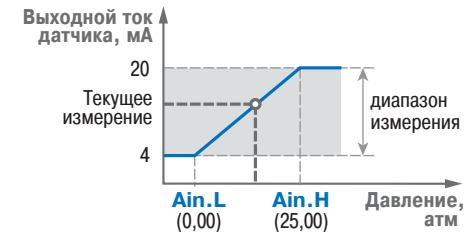

Рис. 5. Пример задания диапазона измерения активного датчика
**Пример.** При использовании датчика с выходным током 4...20 мА, контролирующего давление в диапазоне 0...25 атм., в параметре **Ain.L** задается значение 0,00, а в параметре **Ain.H** – значение 25,00 (см. рис. 5). После этого обработка и отображение показаний будет производиться в атмосферах.